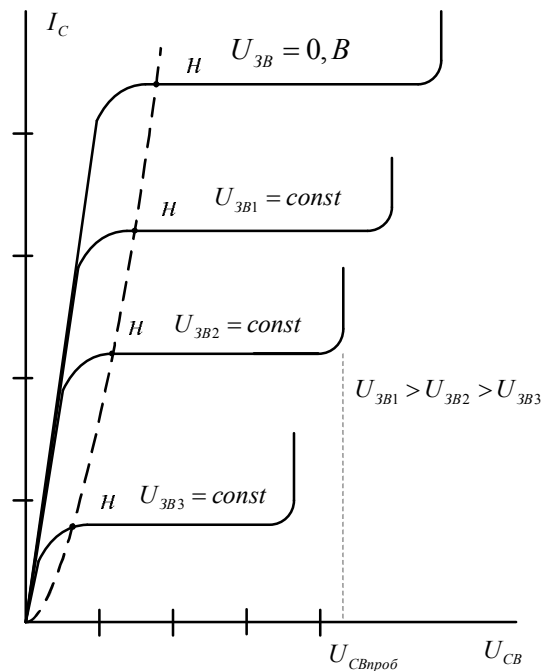

Рис. 4.3. Стокові характеристики.
**Стокові характеристики**, це залежності  $I_C = f(U_{CB})$  при  $U_{3B} = const$  (рис. 4.3). З підвищенням  $U_{CB}$  струм  $I_C$  збільшується майже прямолінійно та при досягненні  $U_{CB} = U_{CBнас}$  ( $U_{CBнас}$  - напруга насичення) зростання  $I_C$  припиняється (точки н). Насичення настає при тим менших значеннях  $U_{CB}$ , чим більше  $|U_{3B}|$ .  $U_{CBнас} = U_{3B} - U_{3Bвід}$ , де  $U_{3Bвід}$  - управляюча напруга при якій  $I_C = 0$  (режим відсічки),  $U_{CB}$  - управляюча напруга, яка відповідає ВАХ транзистора. При подальшому зростанні вихідної напруги струм  $I_C$  залишається незмінним до напруги пробію  $U_{CBпроб}$ .